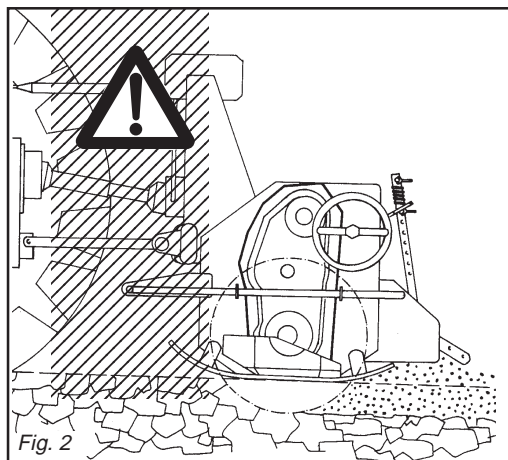

Fig. 2
- 24) È assolutamente vietato interporre tra il trattore e la zappatrice (Fig. 2) con motore acceso e cardano inserito nonché senza aver azionato il freno di stazionamento ed aver inserito, sotto le ruote, un ceppo o un sasso di bloccaggio.
- 24) *It is absolutely forbidden to stand between the tractor and the implement (Fig. 2) when the engine is running and the cardan shaft is engaged without having first engaged the hand brake and placed a block*
- 24) Es ist absolut verboten, bei laufendem Motor und eingeschalteter Gelenkwelle zwischen den Schlepper und das Gerät zu treten (Abb. 2). Dazu muß die Feststellbremse gezogen werden und unter die Räder ein Bremskeil oder ein großer Stein gelegt worden sein.
- 24) *Il est absolument interdit de se mettre entre le tracteur et l'appareil (Fig. 2) quand le moteur est en marche et le cardan enclenché, sans*
- 24) Está terminantemente prohibido colocarse entre el tractor y el equipo (Fig. 2) con motor encendido y cardán inserido, o sin haber accionado el freno de estacionamiento y de colocar, debajo de las ruedas, una piedra u otro elemento de bloqueo.
- 28) È assolutamente vietato interporre fra il trattore e l'attacco della zappatrice per manovrare il comando dall'esterno per il sollevamento (Fig. 2).
- 28) It is absolutely forbidden to stand between the tractor and the implement when manoeuvring the lift control from the outside (Fig. 2).
- 28) Es ist absolut verboten, zwischen den Schlepper und den Anschluß zu treten, um die Aushebung von außen zu betätigen (Abb. 2).
- 28) Il est absolument interdit de se mettre entre le tracteur et l'attelage pour manoeuvrer la commande de relevage de l'extérieur (Fig. 2).